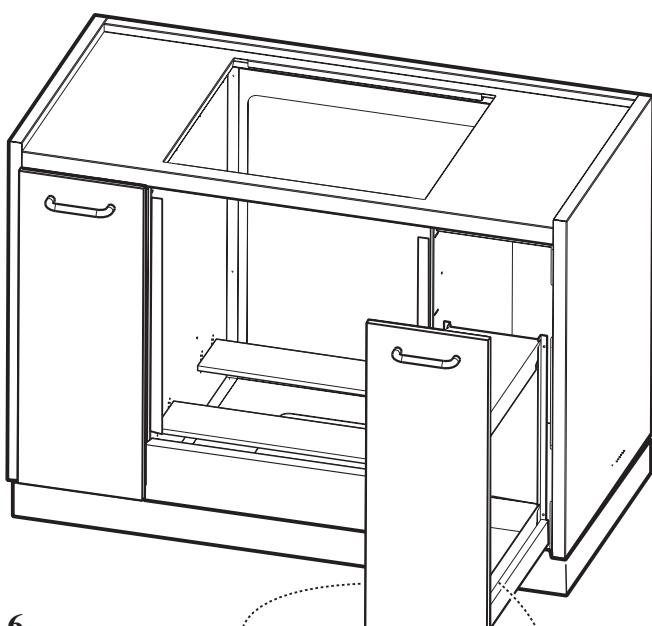

Abb. 6
9. Die Schubladen wieder einsetzen (die Schubladenelemente des Modells von 1200 mm mit Hilfe der Sperren **C** sichern oder in die Schrauben **V**, die sich auf den Schienen **Z** befinden, einhaken – Abb. 1). **Abb. 6**.
10. Die Öffnung und Schliessung der ausziehbaren Schubladenelemente durch Verstellen der Schrauben **M** einstellen. **Abb. 6**.